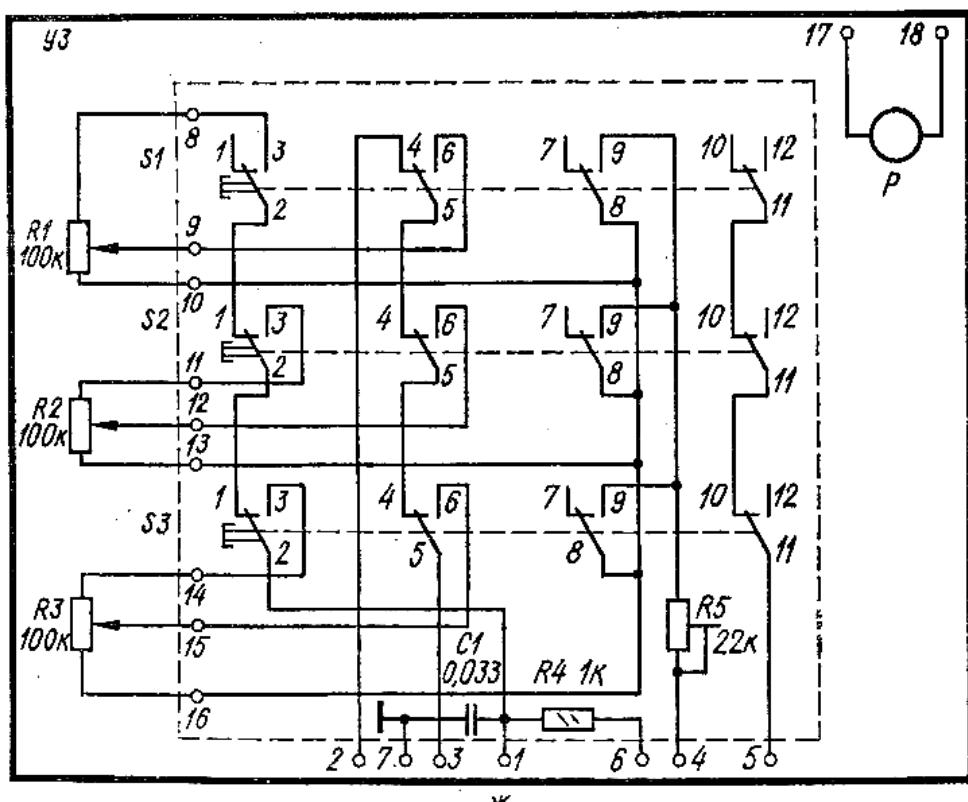
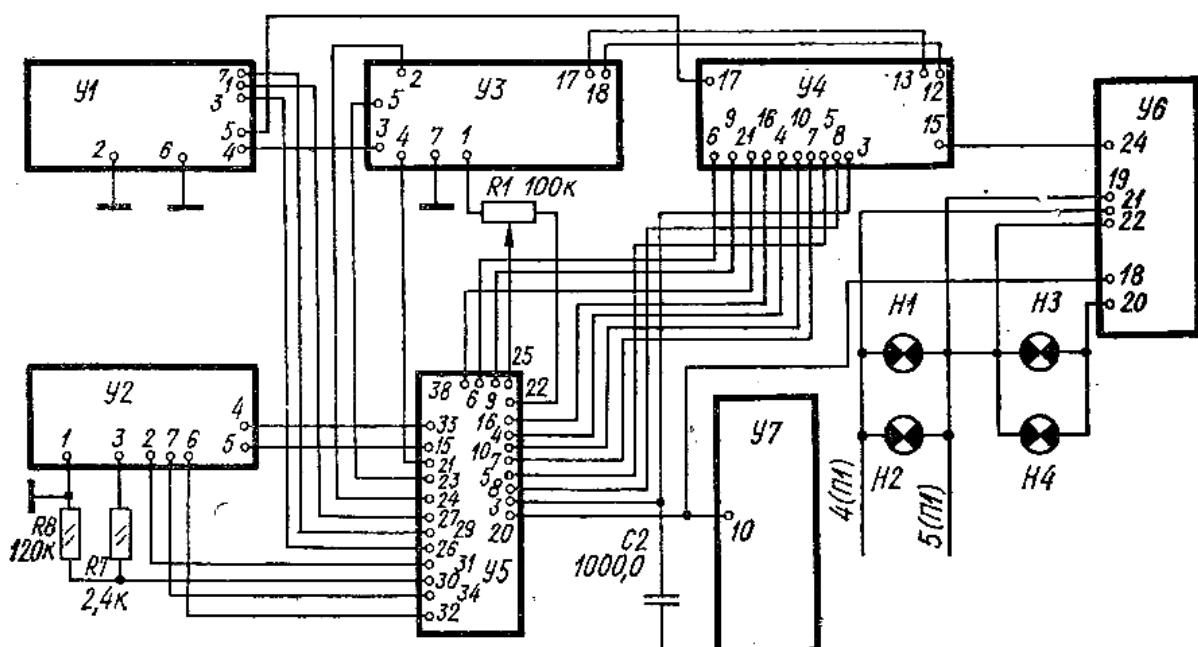

Рис. 13. Принципиальная электрическая схема приемника «Ленинград-002»:
Рис. 14. Структурная схема приемника «Ленинград-002»
**Принципиальная схема.** Электрическая схема (рис. 13) и конструкция приемника выполнена по блочному принципу и состоит из следующих блоков (рис. 14): УКВ — У1, коротких волн — У2, управления — У3, УПЧ, АМ ЧМ — У4, КСДВ — У5, УНЧ — У6, питания — У7.